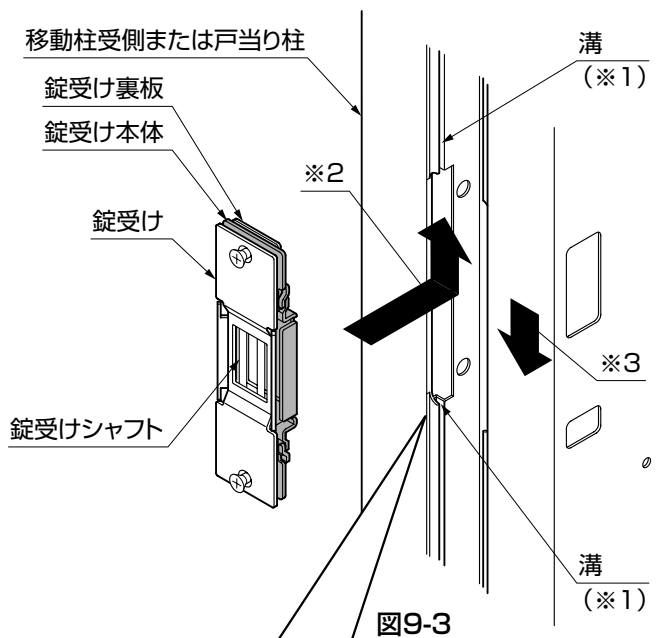

図9-3
②錠受け本体を移動柱受側または戸当り柱の溝(※1)部分にスライド(※2、※3)させて入れてください。(図9-3参照)